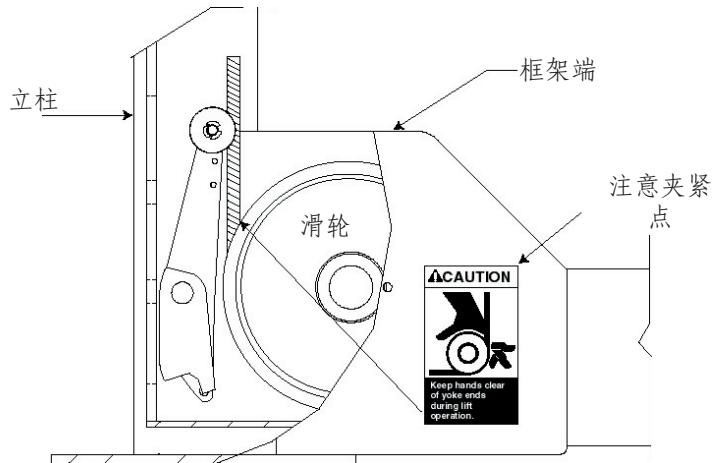

图3
警告：要使举升机完全降下时，停在地板上。在举升机的每端设计滑道、斜坡和连接框架。观看夹紧点警告标签，见图3。
14. 如果举升机操作不当，禁止使用。直到授权的售后服务人员调节或维修好举升机。上升或下降举升机时，手远离框架端，见图3。注意夹紧点。